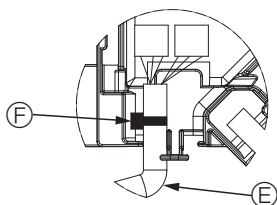

Fig. 5-11
- Placez le ruban de protection du moteur d'ailette du panneau dans la boîte de raccordement, comme indiqué sur le schéma. (Fig. 5-11)